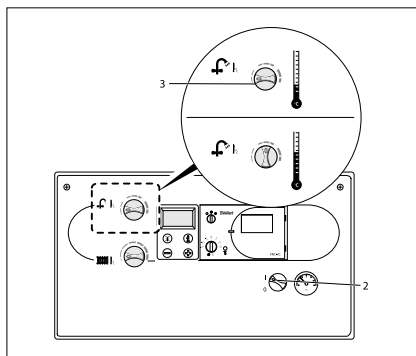

图 4.6 设置生活热水温度
4.4.1 设置生活热水出水温度 (参见图 4.6)
将电源开关(2)旋至“1”位置(如图4.6所示)。
如果您居住的地区水质较硬，请不要将生活热水温度控制旋钮旋转到超过中间（相当于时钟上12:00）的位置，以防止在生活热水加热器处形成过多水垢，导致热水供应减少。（参考图4.6）